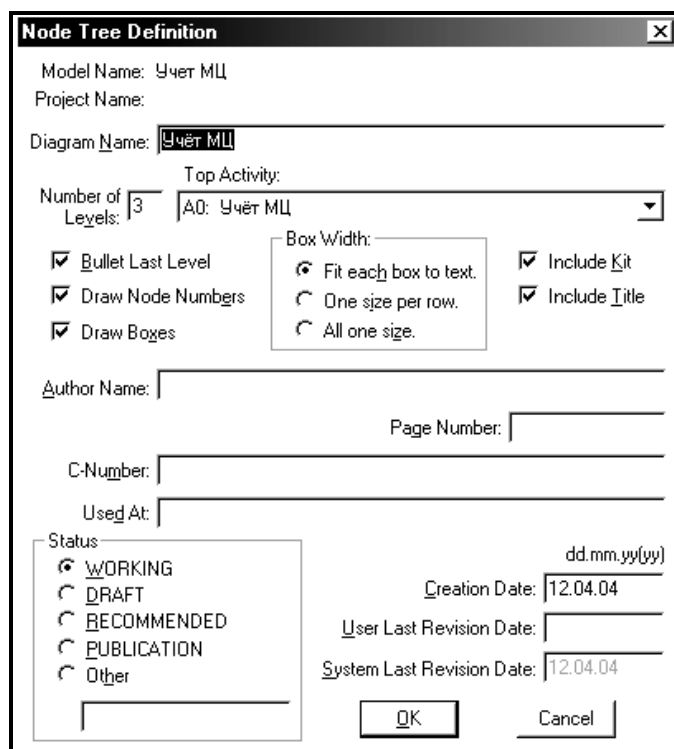

Рисунок 1.4 – Диалог формирования диаграммы дерева узлов
5. Создайте диаграмму дерева, выбрав в меню пункт Insert/Node Tree. Возникает диалог формирования диаграммы дерева узлов Node Tree Definition (см. рисунок 1.4). В диалоге Node Tree Definition следует указать глубину дерева - Number of Levels (по умолчанию 3) и корень дерева (по умолчанию - родительская работа текущей диаграммы).